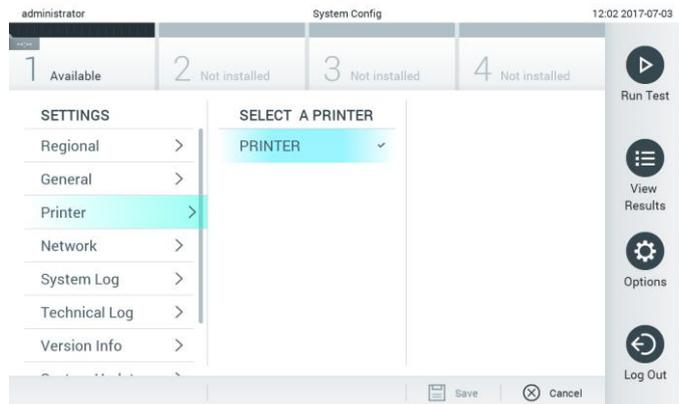

Figure 61. Sélection de l'imprimante du système.
3. Sélectionnez une imprimante dans la liste des imprimantes disponibles (figure 61).